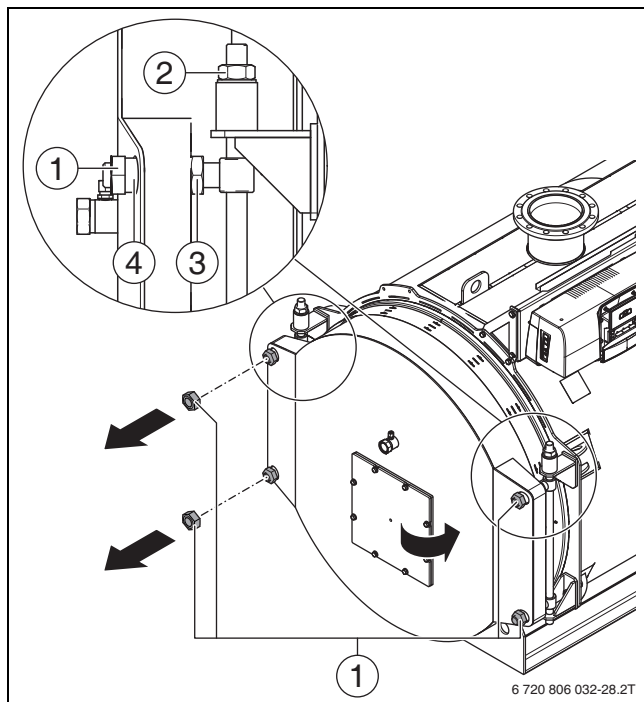

Fig. 18 Deschiderea ușii arzătorului
- Însurubați (→ fig. 18, [1]) piulița la bolțul [4] de balama și trageți puțin de ușă înaintea suprafeței de etanșare.